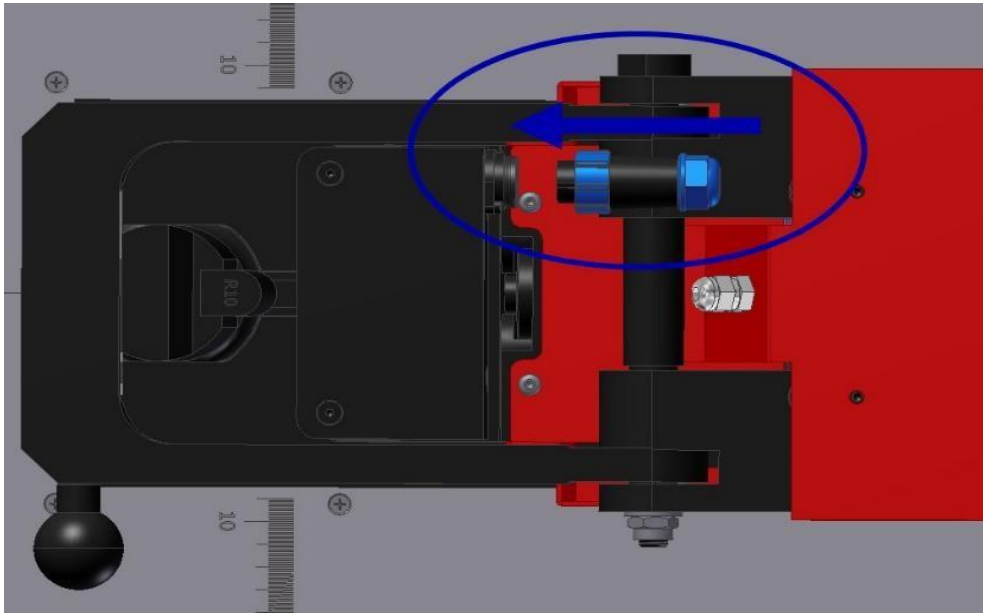

Рис. 33
- Закрийте затиск (рис. 33).
- Підключіть вставку для гнуття. Рис. 33